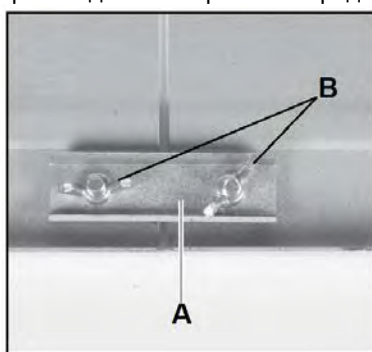

Рис. 5
- Снимите болты и гайки (B, Рис. 5) с отверстия, расположенного на переднем крае стола. Снимите панель (A, рис. 5).
- Затяните гайку-барашек на панели (A, рис. 5).